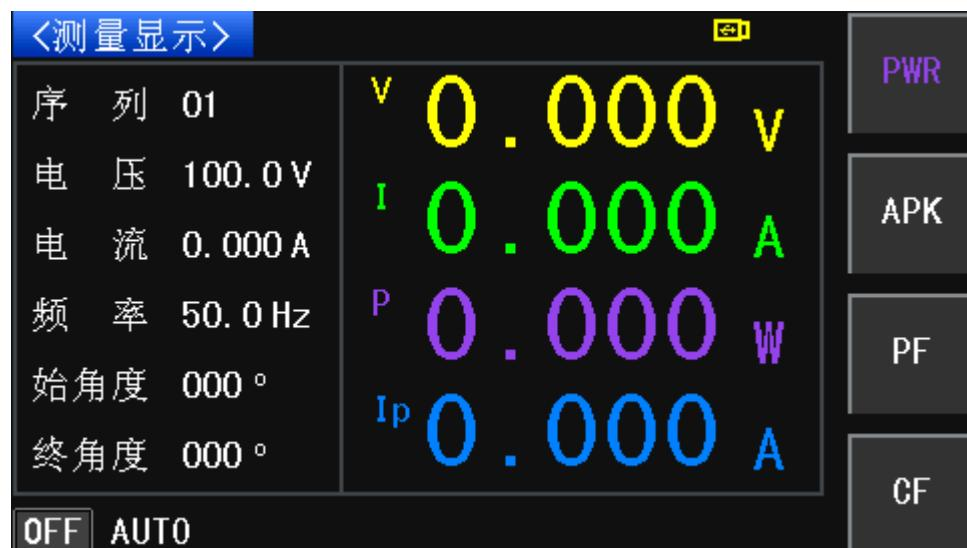

图 3-4 配置显示 3 键
该软键是用来配置参数显示 3 所需要输出的参数，按下此软键可以选择功率参数 (PWR)、峰值电流参数 (APK)、功率因素参数 (PF)、峰值因素 (CF)。如图 3-4 所示：